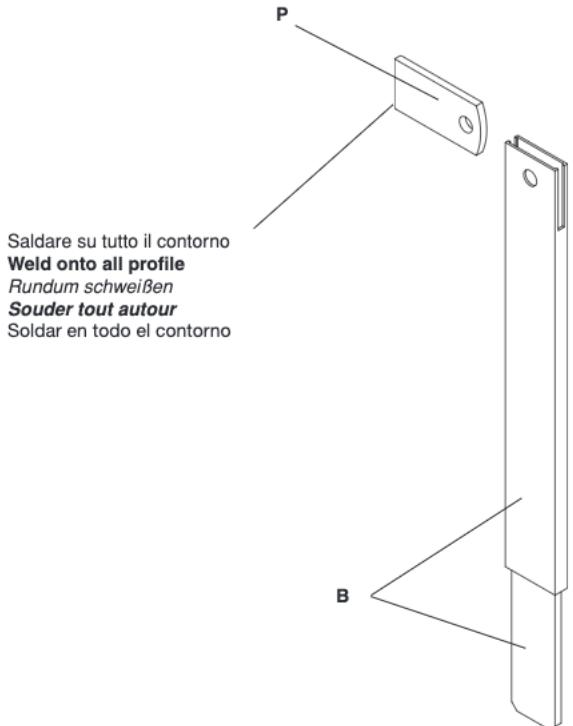

Fig. 4
5.3 Operazione n° 2 (fig. 4).
5.3 Operation no. 2 (fig. 4)
5.3 Opération n° 2 (fig. 4)
5.3 Operación n° 2 (fig. 4).